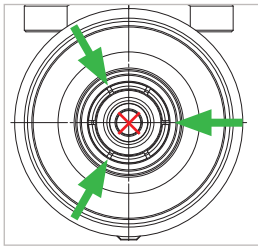

Figure 10
Remarque : veillez à ce qu'aucun détergent ne pénètre dans la conduite de gaz (*Figure 10*).
- ▶ Vaporisez brièvement une fois le lubrifiant avec le petit tube entre chaque deuxième pince de serrage (Figure 10).
Attention : le lubrifiant ne doit pas être vaporisé dans la conduite de gaz (Figure 10).